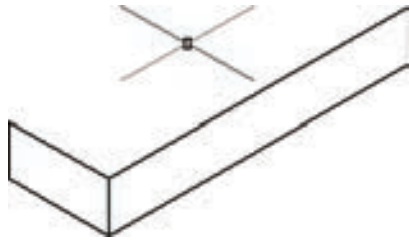

图 8-120 切换到顶面状态
5) 在顶面（“俯视”）绘制图形。按〈F5〉键直到将平面状态切换到顶面（等轴测平面-俯视），此时光标显示如图 8-120 所示。